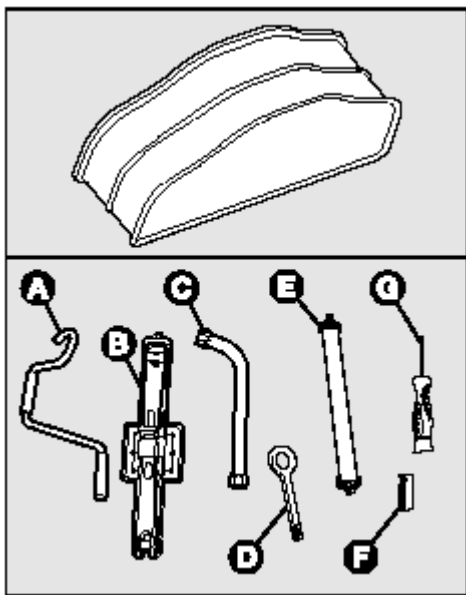
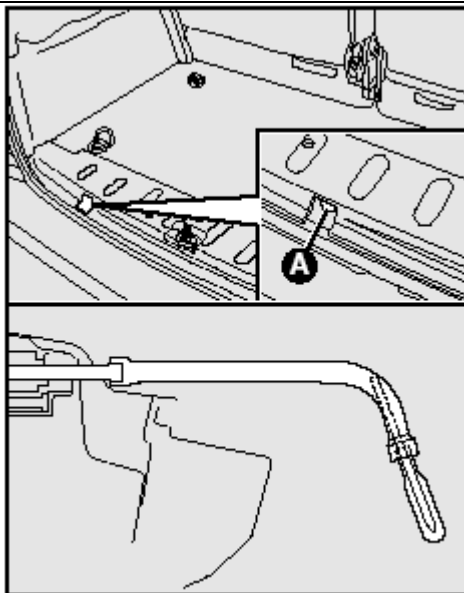
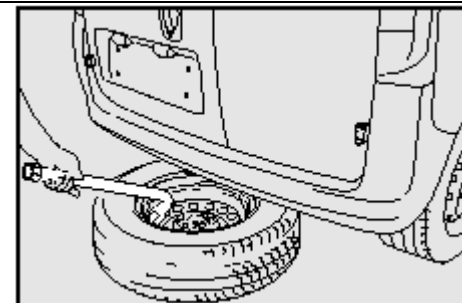

рис. 4
рис. 5
рис. 6
□ Внутри поддона имеются следующие инструменты **рис. 4**:
□ С помощью ключа **C- рис.4**, , изнутри багажного отсека, развинтите болт крепления запасного колеса **A – рис.5**, так чтобы его можно было извлечь. Чтобы облегчить усилие вставьте отвертку **G-** рис. 4 в отверстие внутри ключа **C**;
- Использовать ключ **С** – **рис. 4** для извлечения колеса из автомобиля **рис. 6**;
- Ослабьте болты крепления проколотого колеса на один оборот, используя имеющийся в автомобиле ключ **С** – **рис. 4**;
- Поднимите колесо закрутив его крепежным болтом **А** – рис.5;